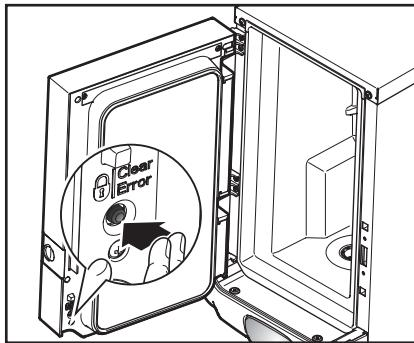

Рис. 22
2. Нажать на кнопку БЛОКИРОВКА/СБРОС ОШИБКИ, чтобы заблокировать отпуск напитков. (Рис. 22)
- 3... Для разблокировки автомата повторно нажать на кнопку БЛОКИРОВКА/Сброс ошибки, после чего функция отпуска напитков снова включается. (Рис. 22)